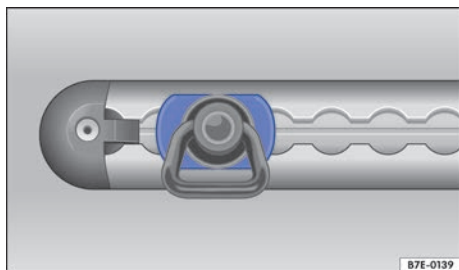

Fig. 91 Representación esquemática: raíl de amarre con argolla de amarre.
- Asegúrese de que la argolla haya encastrado correctamente. Los lados de la argolla se tienen que encontrar en posición horizontal → fig. 91.